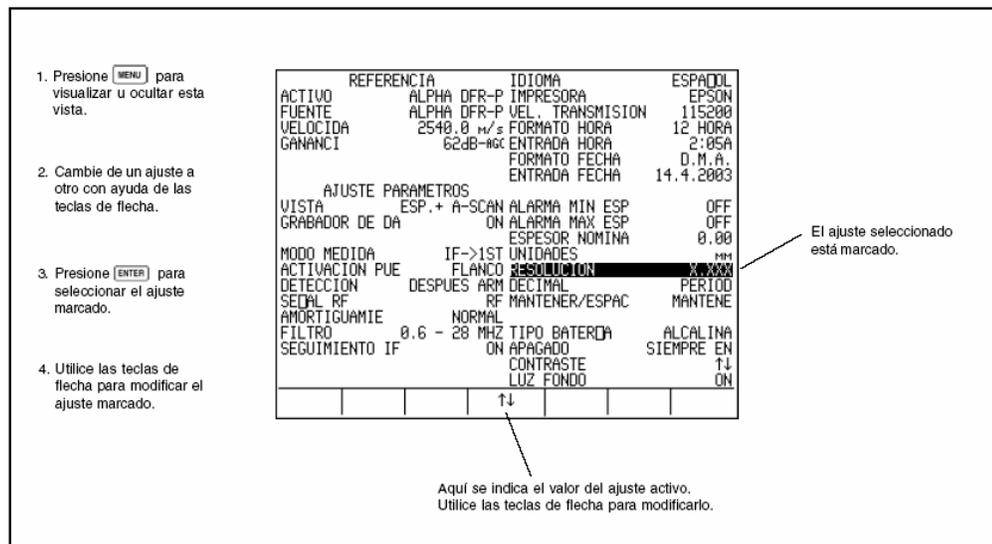

Figura 3-3 Modificar los ajustes del aparato
Antes de poder comenzar a medir espesores de pared, primero tiene que llevar a cabo algunos o todos los siguientes ajustes. Utilice para ello la visualización del Menú, Figura 3-3.
Paso 1: Presione **[MENU]** para acceder a la visualización del Setup (ver Figura 3-3).
- Paso 1: Presione **MENU** para cambiar a la visualización del Menú (Ver Figura 3-3).